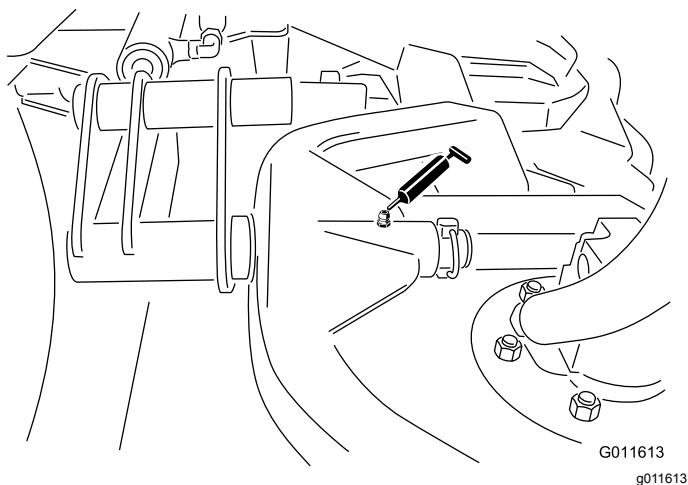

Figura 48
- Perno orientabile del telaio portante degli apparati di taglio (1 ciascuno) - Figura 48